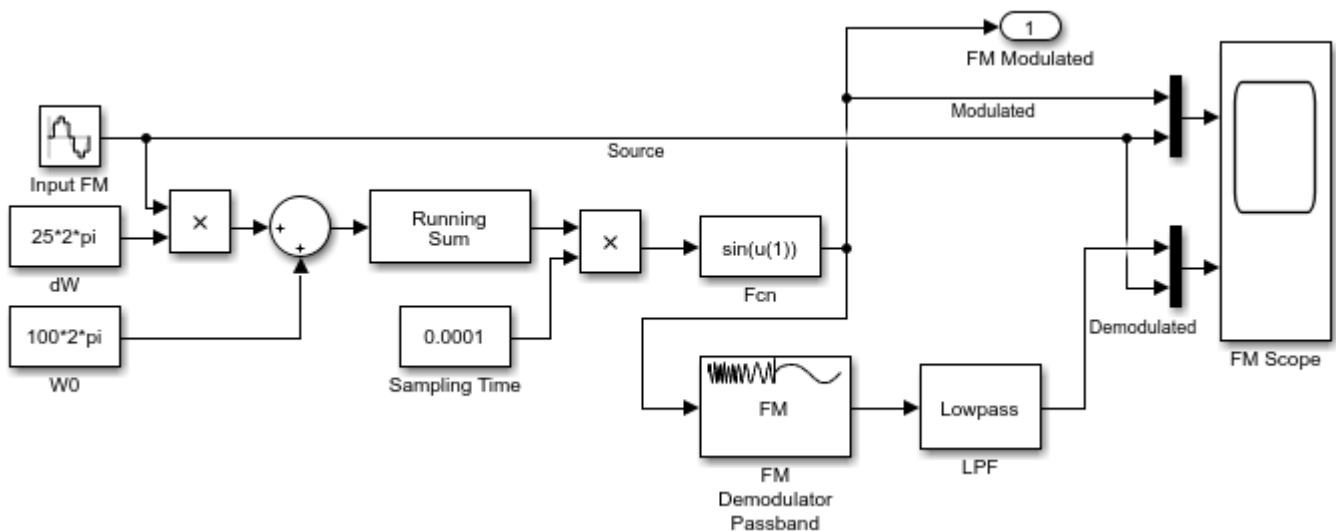

Рис. 2: Схема моделирования частотной модуляции
- 3.1. По аналогии с предыдущим пунктом задания, создать следующую схему частотной модуляции (сохранить модель с именем файла `lab_modulation_fm.slx`), согласно рис. 2, используя следующие дополнительные компоненты:
- 3.2. По аналогии с предыдущим пунктом задания, подписать блоки модели и проводники согласно рис. 2, и настроить следующие параметры указанных блоков модели: